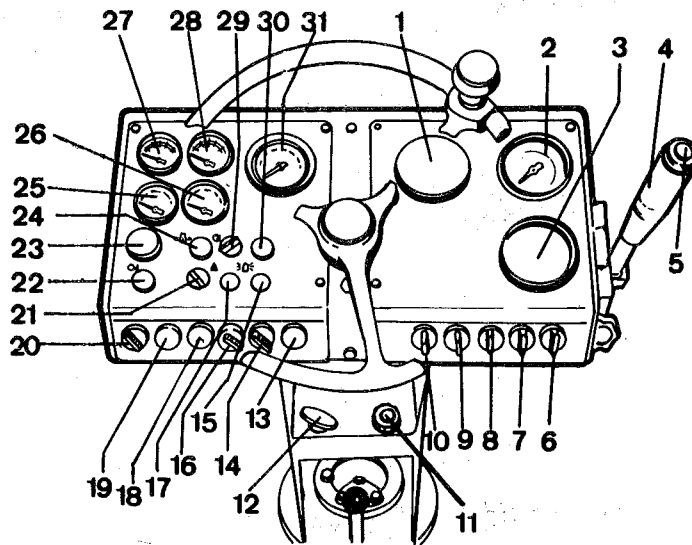

Fig. 11 Panel de instrumentos
- 2 Desaplicar los frenos (21), fig. 11.
- 4 Al circular sobre asfalto, conectar la instalación de irrigación (9).
- 5 Empujar con cuidado hacia adelante o hacia atrás, según el sentido de marcha deseado, la palanca de marcha AD/AT (4).